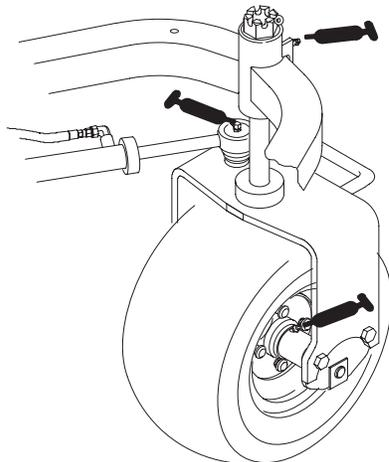

Bild 32
- Hinterradnabe (1)
- Laufradlager (1)
- Lenkzylinder (2) (Bild 32)